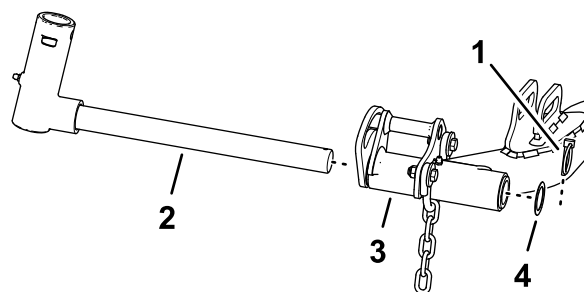

Figure 25
1. Retirez la goupille à anneau et la rondelle qui fixent la chape de pivot sur le bras de levage et sortez l'arbre du bras de levage (Figure 25).